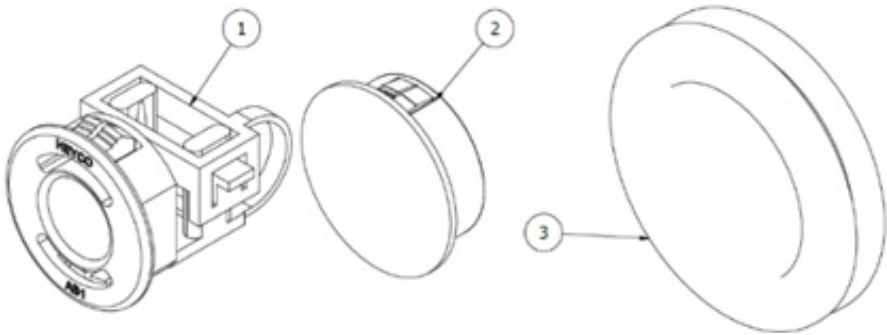

Abbildung 10 - Flextherm Eco G2 E Wärmebatterie Tüllen & Zugentlastungen
- Entfernen Sie die entsprechenden Gummitüllen (Element 3 - Abbildung 10) im Außengehäuse und schneiden Sie diese Zentrisch (mit einem Kreuz) mit einem Messer durch. Setzen Sie die abgeschnittenen Tüllen wieder ein. Schneiden Sie die Tüllen nicht durch, da dies das VIP beschädigen könnte.
- (Siehe Abbildung 10) Bringen Sie die Kabelzugentlastungen (1) an die Seite, an der Sie die Ein- und Ausgänge vornehmen möchten. Decken Sie alle anderen Öffnungen im Gehäuse mit den mitgelieferten Blindstopfen (2) ab.